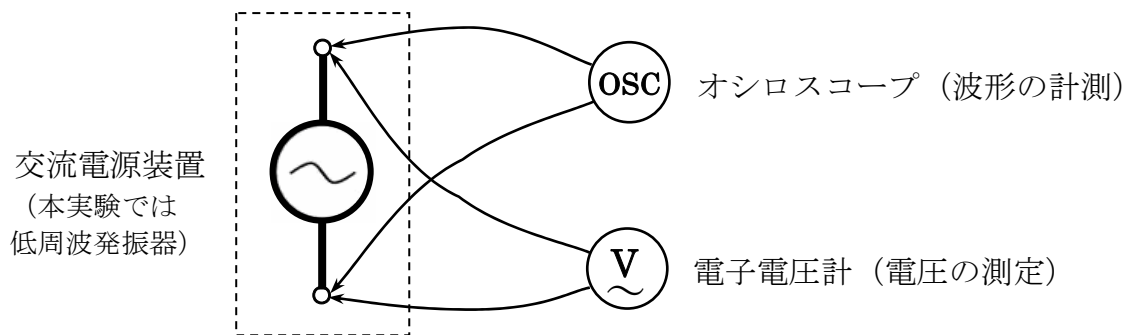

図2-3 接続図
- 1) 基本接続図(図 2-3)を参考にしながら、電子電圧計とオシロスコープを交流電源に接続します。